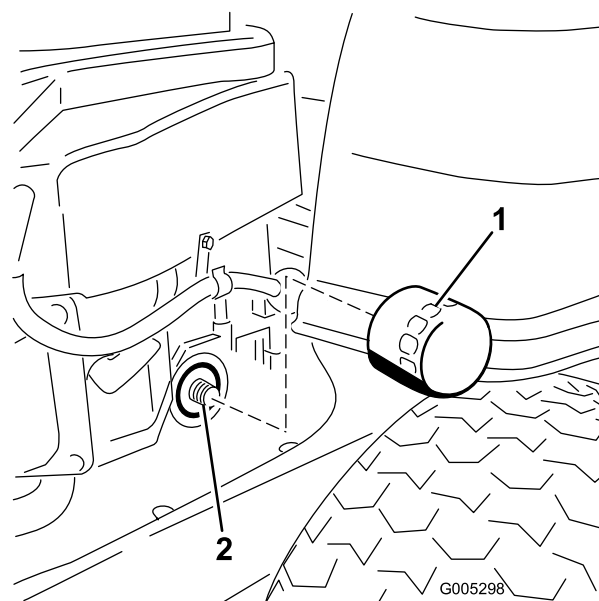

Figure 30
10. Trouvez l'emplacement du filtre à huile du côté droit du moteur. Déposez le filtre à huile usagé et essuyez l'adaptateur du filtre à l'aide d'un chiffon (Figure 30).
12. Posez le filtre à huile de rechange sur l'adaptateur. Tournez le filtre dans le sens horaire jusqu'à ce que le joint soit en appui contre le socle, puis donnez de 3/4 à 1 tour supplémentaire (Figure 30). Essuyez l'excédent d'huile sur le châssis.